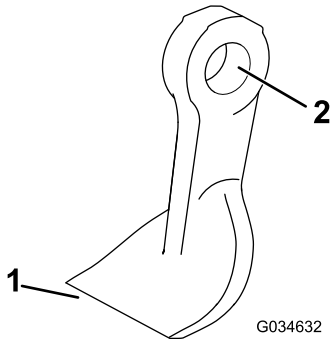

Figure 64
4. Contrôlez l'état de chaque lame, en particulier les fixations, le tranchant et le trou de fixation (Figure 64). Remplacez toutes les lames et fixations endommagées